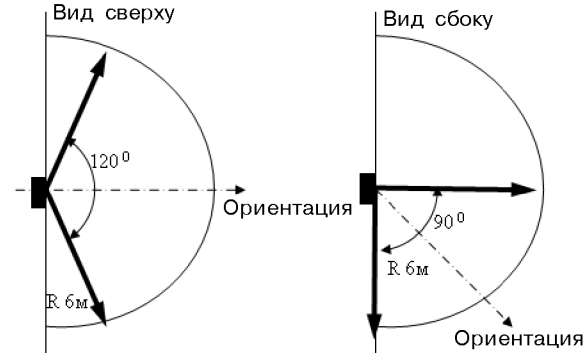

Рис. 1- Диаграмма зоны обнаружения АК-канала
- при выборе места установки следует принимать во внимание диаграмму направленности извещателя (рис.1);